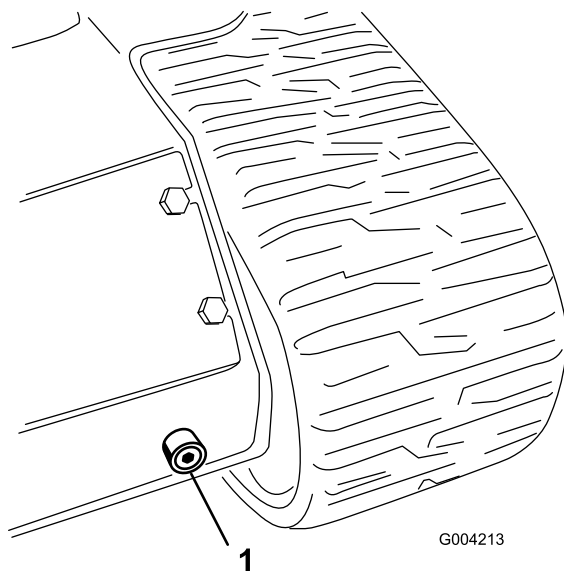

Figura 64
6. Posizionate una grossa bacinella di spurgo della capacità di 57 litri sotto il tappo di spurgo nella parte anteriore della macchina (Figura 64).
7. Togliete il tappo di spurgo e lasciate defluire l'olio nella bacinella (Figura 64).